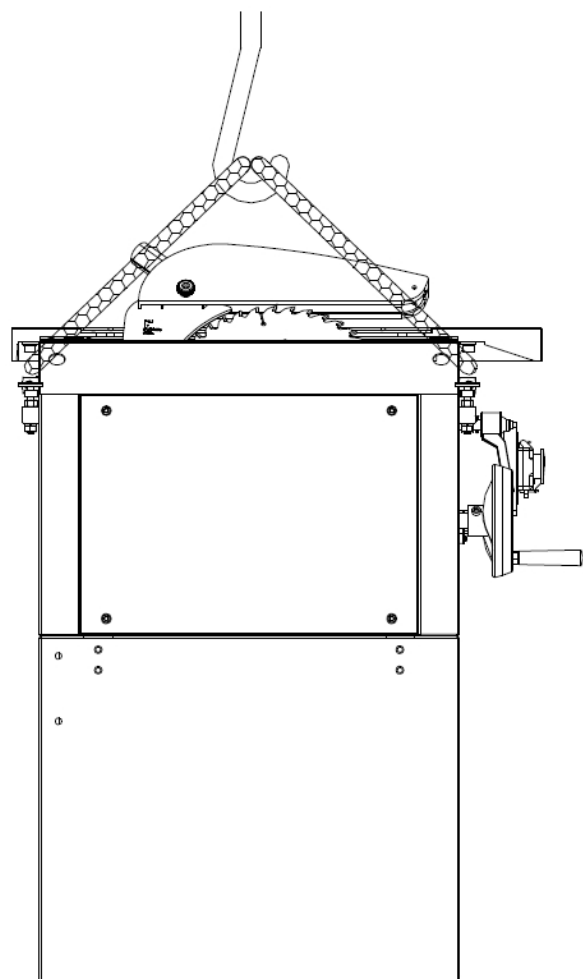

Abb. 5: Transportmöglichkeit der Maschine mit einem Kran
Sollten Sie einen Kran (Abb.5) oder ein ähnliches Hebezeug verwenden, gehen Sie vor wie folgt:
Schritt 1: Befestigen Sie die Hebemittel des Krans an den Befestigungspunkten der Tischkreissäge (Abb.5).